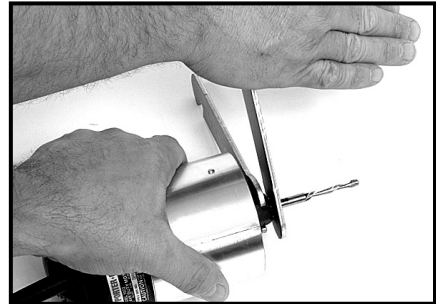

Fig. 2
4. Coloque una llave en el mandril con la cola tacando el banco a su izquierda, Fig. 2.
5. Coloque la otra llave en la boquilla y atornille bien al SENTIDO CONTRARIO A LAS MANECILLAS DEL RELOJ como está ilustrado en Fig 2. APRIETE FIRMEMENTE.